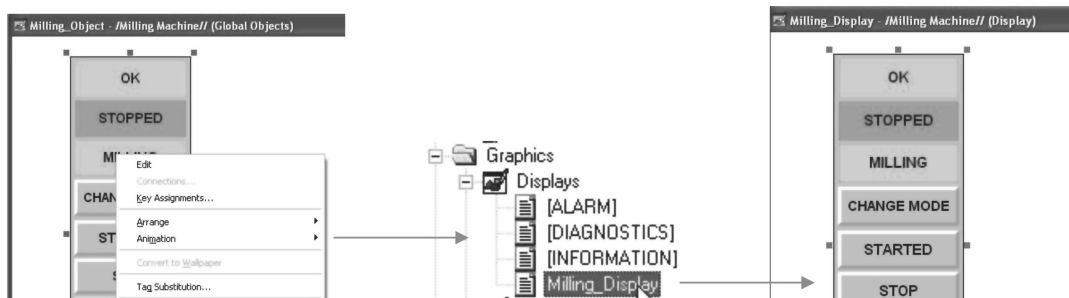

图 20-40 复制粘贴对象
6. 右键单击全局对象并选择“复制”（Copy）。打开“显示界面”（Display）文件夹并双击“Milling_Display”，然后将该对象粘贴到空显示界面中，如图 20-40 所示。